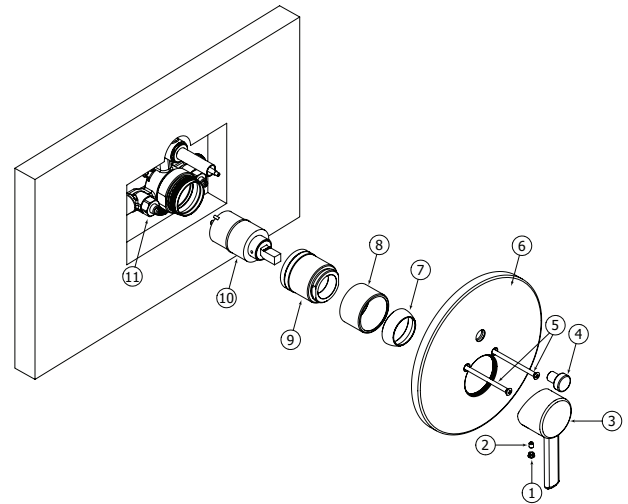

Fig.9
Shut off the main water supply, then remove all the components from (1) to (8). Fig.9. Afterwards, shut off the 2 check valves (11) by turning them clockwise with a screwdriver. Unscrew the cartridge holder (9) and remove the cartridge (10).
Fermer l'alimentation d'eau principale et démonter toutes les composantes de (1) à (8). Fig.9. Ensuite, fermer les deux valves d'arrêt (11) en les tournant dans le sens des aiguilles d'une montre avec un tournevis. Dévisser le manchon de valve (9) et enlever la cartouche (10).